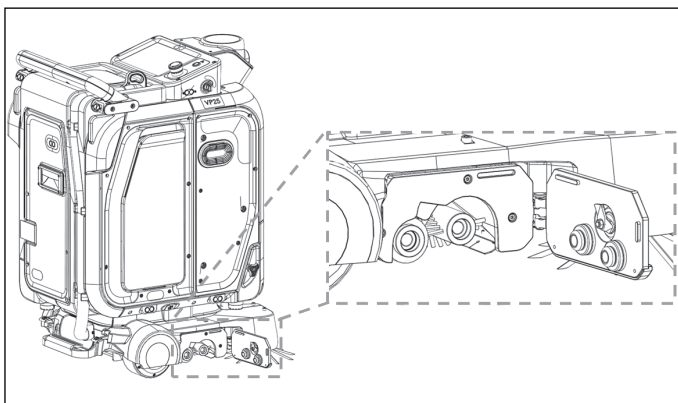

Abbildung 73
2. Ziehen Sie die Bürste (**Abb. 73**) heraus und entfernen Sie verwickelte Haare oder Verunreinigungen von den Borsten und der Walze.